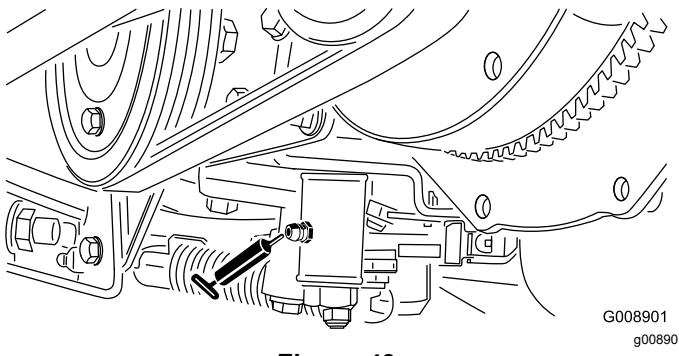

Figura 49
- Mecanismo de ajuste de punto muerto (Figura 49)